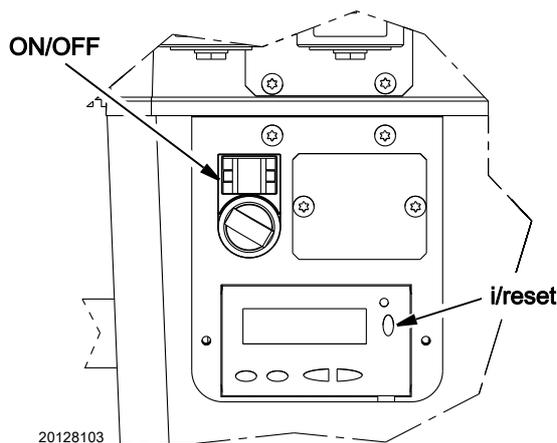

图 160
- 转动“ON/OFF”(图 160)选择钮至“OFF”位置，使燃烧器待机(OFF)。
将“ON/OFF”选择旋钮转至“OFF”位置（图 160）。